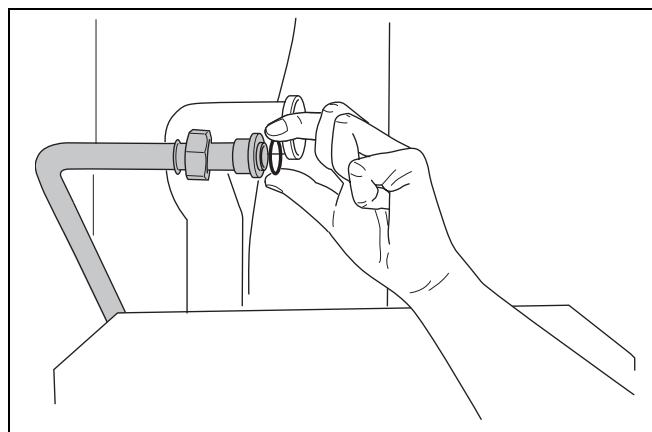

fig. 44 Vlakke dichtring vervangen
- vlakke dichtring tussen gasleiding en gasluchtunit (→ fig. 44);
- Vervang de rubberen vlakke dichtring tussen de gasleiding en gasluchtunit (→ fig. 44).